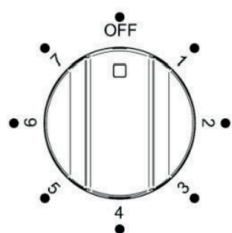

Fig. 20A
2. Girar o manípulo de controle do grill (Fig.20A-20B) no sentido horário até o valor máximo de 7. O termostato vermelho adjacente acenderá. Para melhores resultados, sempre pré-aquecer o grill por 3-5 minutos.